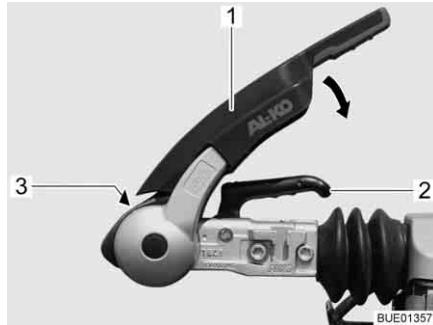

Fig. 1 Gancio di sicurezza
- Tirare in su la leva di stabilizzazione (Fig. 1,1) fino all'arresto.
- Tirare la maniglia del gancio (Fig. 1,2) verso l'alto.
- Eseguire un controllo a vista: Il cilindro verde dell'indicazione di sicurezza (Fig. 1,3) deve essere ben visibile.
- Attivare il dispositivo di stabilizzazione. A tal fine premere la leva di stabilizzazione (Fig. 1,1) verso il basso fino all'arresto.